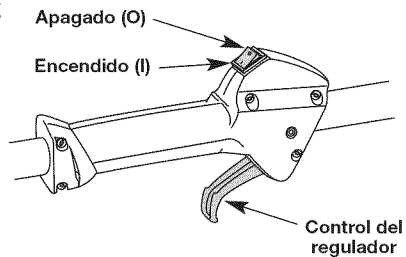

Fig. 5
NOTA: No hay necesidad de girar la unidad. Encendido/de parada el control (Fig. 5) está en la posición de trabajo siempre (I).
2. Coloque el control de encendido y apagado en posición de APAGADO (O) (Fig. 5).